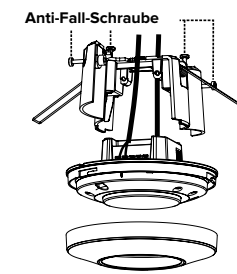

ABB. 9
3. Schließen Sie die Verkabelung an den Sensor an und schrauben Sie dann das Gehäuse mit den Klemmfedern mit den beiden Sicherungsschrauben auf das Sensorgehäuse (ABB. 9).